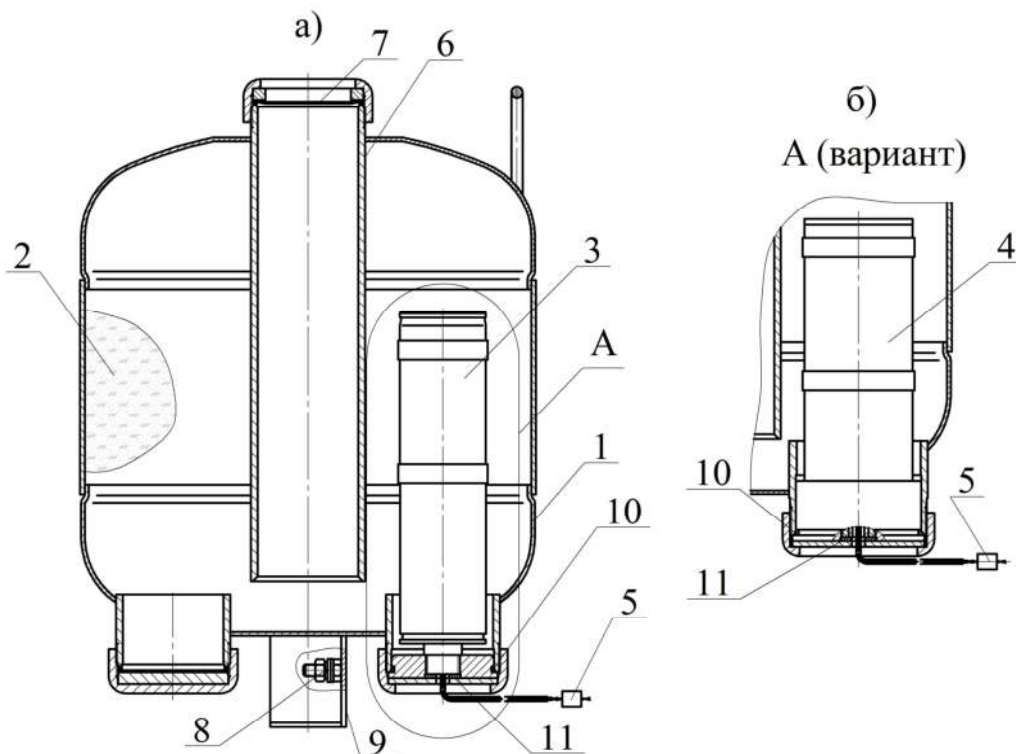

Рисунок 1
4.1.1 МПП (см. рисунок 1) состоит из корпуса **1**, в котором размещаются огнетушащий порошок (ОП) **2** и источник холодного газа (ИХГ) **3** или **4** с элементом электропусковым **5**. ИХГ **3** предназначен для МПП(Н)-10 и МПП(Н-Т)-10, ИХГ **4** - для МПП(Н-Т1)-10. В верхней части корпуса находится насадок-распылитель **6**, который также выполняет функцию сифонной трубки при выпуске ОП из корпуса. Выходное отверстие насадка-распылителя перекрыто мембраной **7**. Модуль имеет заземляющий зажим **8**.
7.3 Комплект поставки для перезарядки МПП(Н)-10, МПП(Н-Т)-10 (см. рисунок 1):
7.4 Комплект поставки для перезарядки МПП(Н-Т1)-10 (см. рисунок 1):